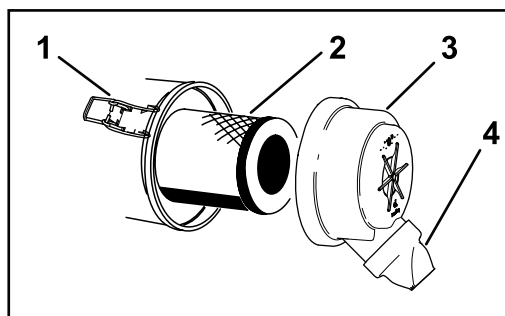

Figura 43
2. Rilasciate i fermi che fissano il coperchio del filtro dell'aria al relativo corpo (Figura 43).